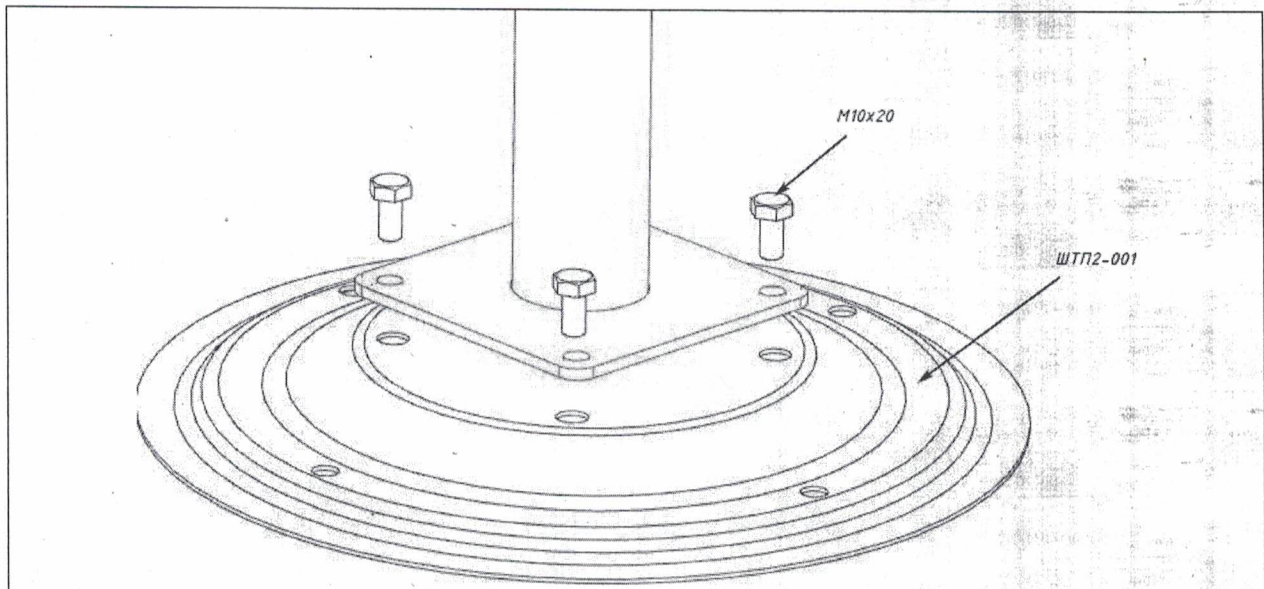

Рис. 4
24.5. К стойке КН-5940.10.00 прикрепить фланец ШТП2-001. В отверстия вставить болты М10х20 (Рис. 4) и зафиксировать их с помощью гаек и шайб М10 (